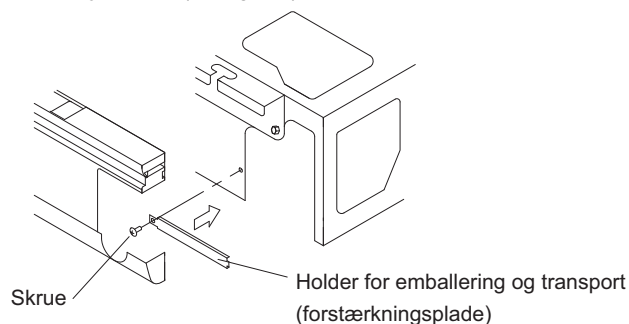

Fig. 29
- Efter endt montering af drænrør skal du montere holderen (forstærkningsplade) anvendt til emballering og transport, der blev afmonteret i afsnittet "6. KØLERØR". Det er ikke nødvendigt at montere den fjernede holder (forstærkningsplade) anvendt til emballering og transport i højre side. (Se fig. 29)